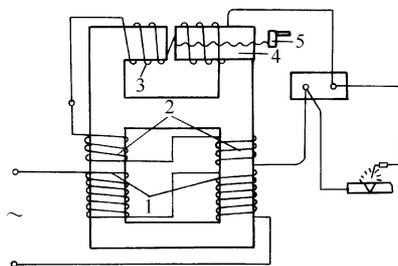

图 4-11 串联电抗器式（同体式）电焊变压器的结构示意图
3) 串联电抗器式电焊变压器：串联电抗器式电焊变压器又称组合电抗器式电焊变压器，它分为同体式和分体式两种。其原理是通过改变动铁心和静铁心的相对位置从而改变电抗器的电抗值，来实现对电焊电流的调节。同体式电焊变压器的结构如图 4-11 所示。